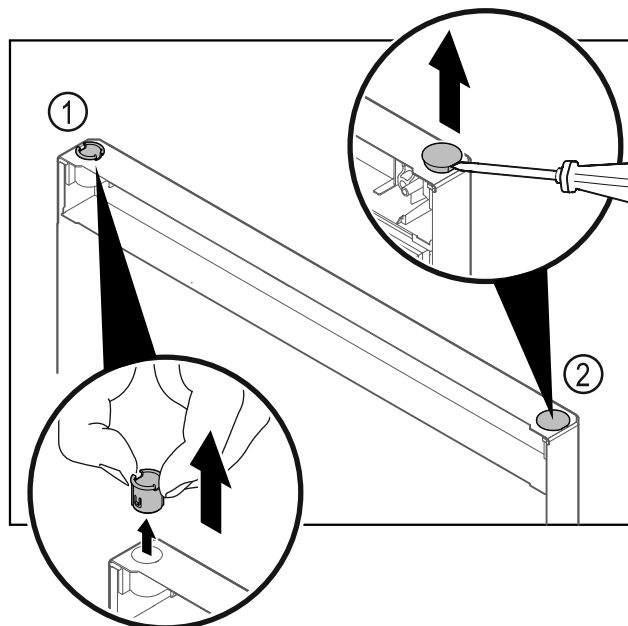

Fig. 24
- ▶ Wyjąć palcami tuleję zawiasu Fig. 24 (1).
- ▶ Zatyczkę osłonki Fig. 24 (2) ostrożnie podważyć przy pomocy śrubokręta płaskiego i wyjąć.